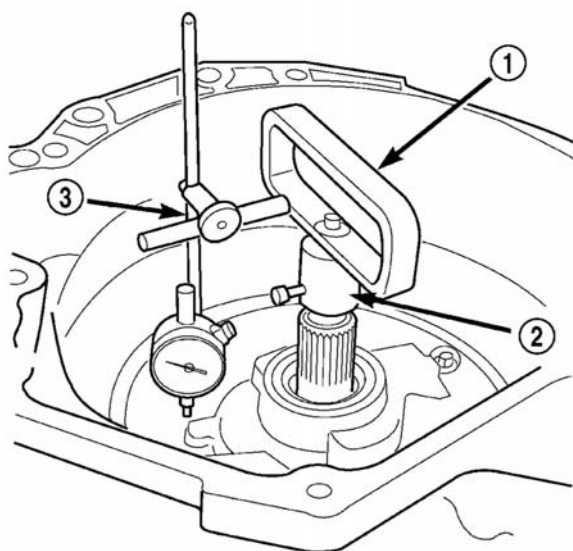

图 74 用端隙组件 8266 测量输入轴端隙
- 2-油泵固定螺栓 (7)
(20) 按（图 74）所示安置工具以测量输入轴端隙。输入轴端 $0.19\text{--}1.50\text{mm}$ ($0.008\text{--}0.060\text{in.}$)。